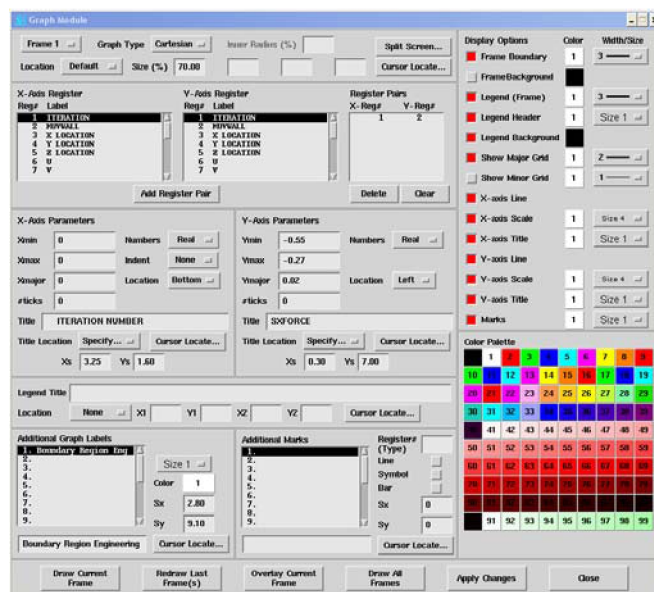

Рис. 10.23. Окно *Graph Module*
- В открывшемся окне *Graph Module* введите значения так, как показано ниже (рис. 10.23).